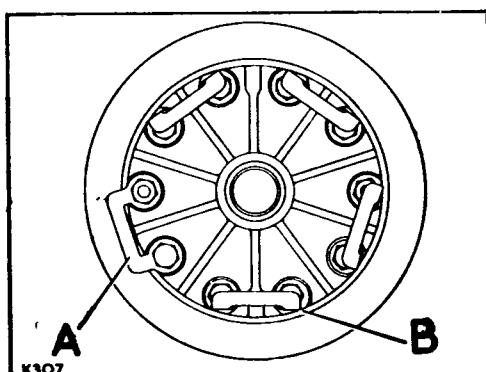

Fig. E1-62.- Colocación de las placas fijadoras de la corona.
6.17.- Una vez logrado el alabeo correcto, se fijarán los tornillos con las correspondientes placas de seguridad sin tener en cuenta la posición de las cabezas de los tornillos. (Fig. E1-62).